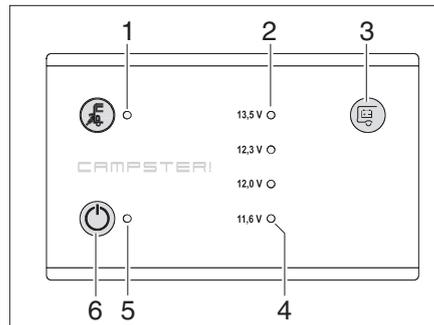

Bild 74 Panel LT 104
Mit dem Sensor-Tastfeld (Bild 74,3) kann die Batteriespannung der Wohnraumbatterie angezeigt werden.
Die Kontroll-LEDs (Bild 74,2) zeigen die Batteriespannung an.
- Rote Warn-LED (Bild 74,4) leuchtet: Batteriespannung über 11,6 V
Die rote Warn-LED (Bild 74,4) leuchtet, sobald die Spannung der Wohnraumbatterie nur noch 11 V (Messung im laufenden Betrieb) beträgt und damit Tiefentladung droht.
Der 12-V-Hauptschalter (Bild 74,6) schaltet das Panel und die 12-V-Versorgung des Wohnraums ein und aus.
Einschalten: ■ Sensor-Tastfeld (Bild 74,6) berühren: Die 12-V-Versorgung des Wohnraums ist eingeschaltet. Die 12-V-Kontroll-Leuchte (Bild 74,5) leuchtet grün.
Ausschalten: ■ Sensor-Tastfeld (Bild 74,6) erneut berühren: Die 12-V-Versorgung des Wohnraums ist ausgeschaltet. Die 12-V-Kontroll-Leuchte (Bild 74,5) erlischt.
Die 12-V-Kontroll-Leuchte (Bild 74,5) leuchtet, wenn der 12-V-Hauptschalter (Bild 74,6) eingeschaltet ist.
Die gelbe 230-V-Kontroll-Leuchte (Bild 74,1) leuchtet, wenn am Eingang des Elektroblocs Netzspannung vorhanden ist.